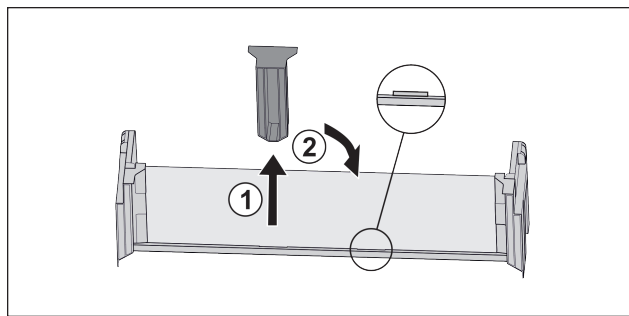

Fig. 18*
- ▶ Estrarre l'elemento di supporto centrale Fig. 18 (1).*
- ▶ Inserire l'elemento di supporto centrale sulla seconda posizione Fig. 18 (2).*